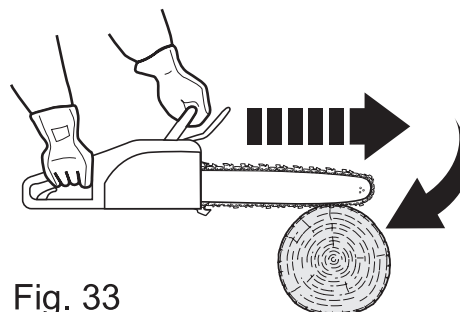

Fig. 33
- > O entalamento da corrente (3) ao longo da parte inferior da lâmina-guia (4) pode afastar o produto do operador (Fig. 33).